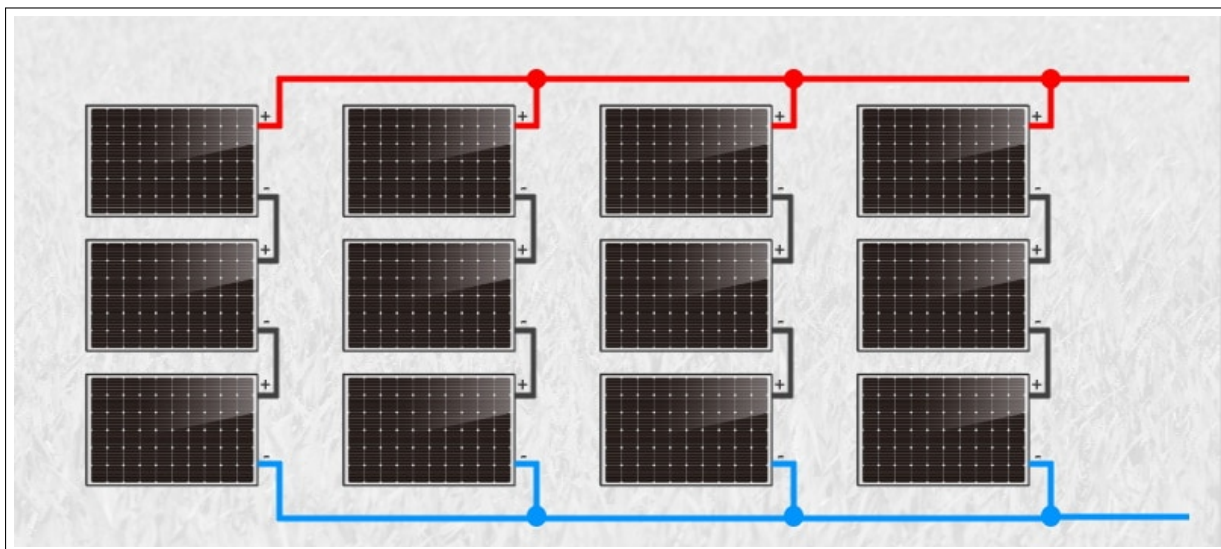

FIG. 4.6 : Association mixte de batteries
- Si des panneaux identiques sont montées de manière mixte (des branches en parallèles constituées de panneaux en séries), alors la tension du champ est donnée par la somme des tensions des panneaux en série dans une branche et le courant débité par le champ est donnée par la somme des courants des différentes branches en parallèles. La figure 4.6 en est une illustration.